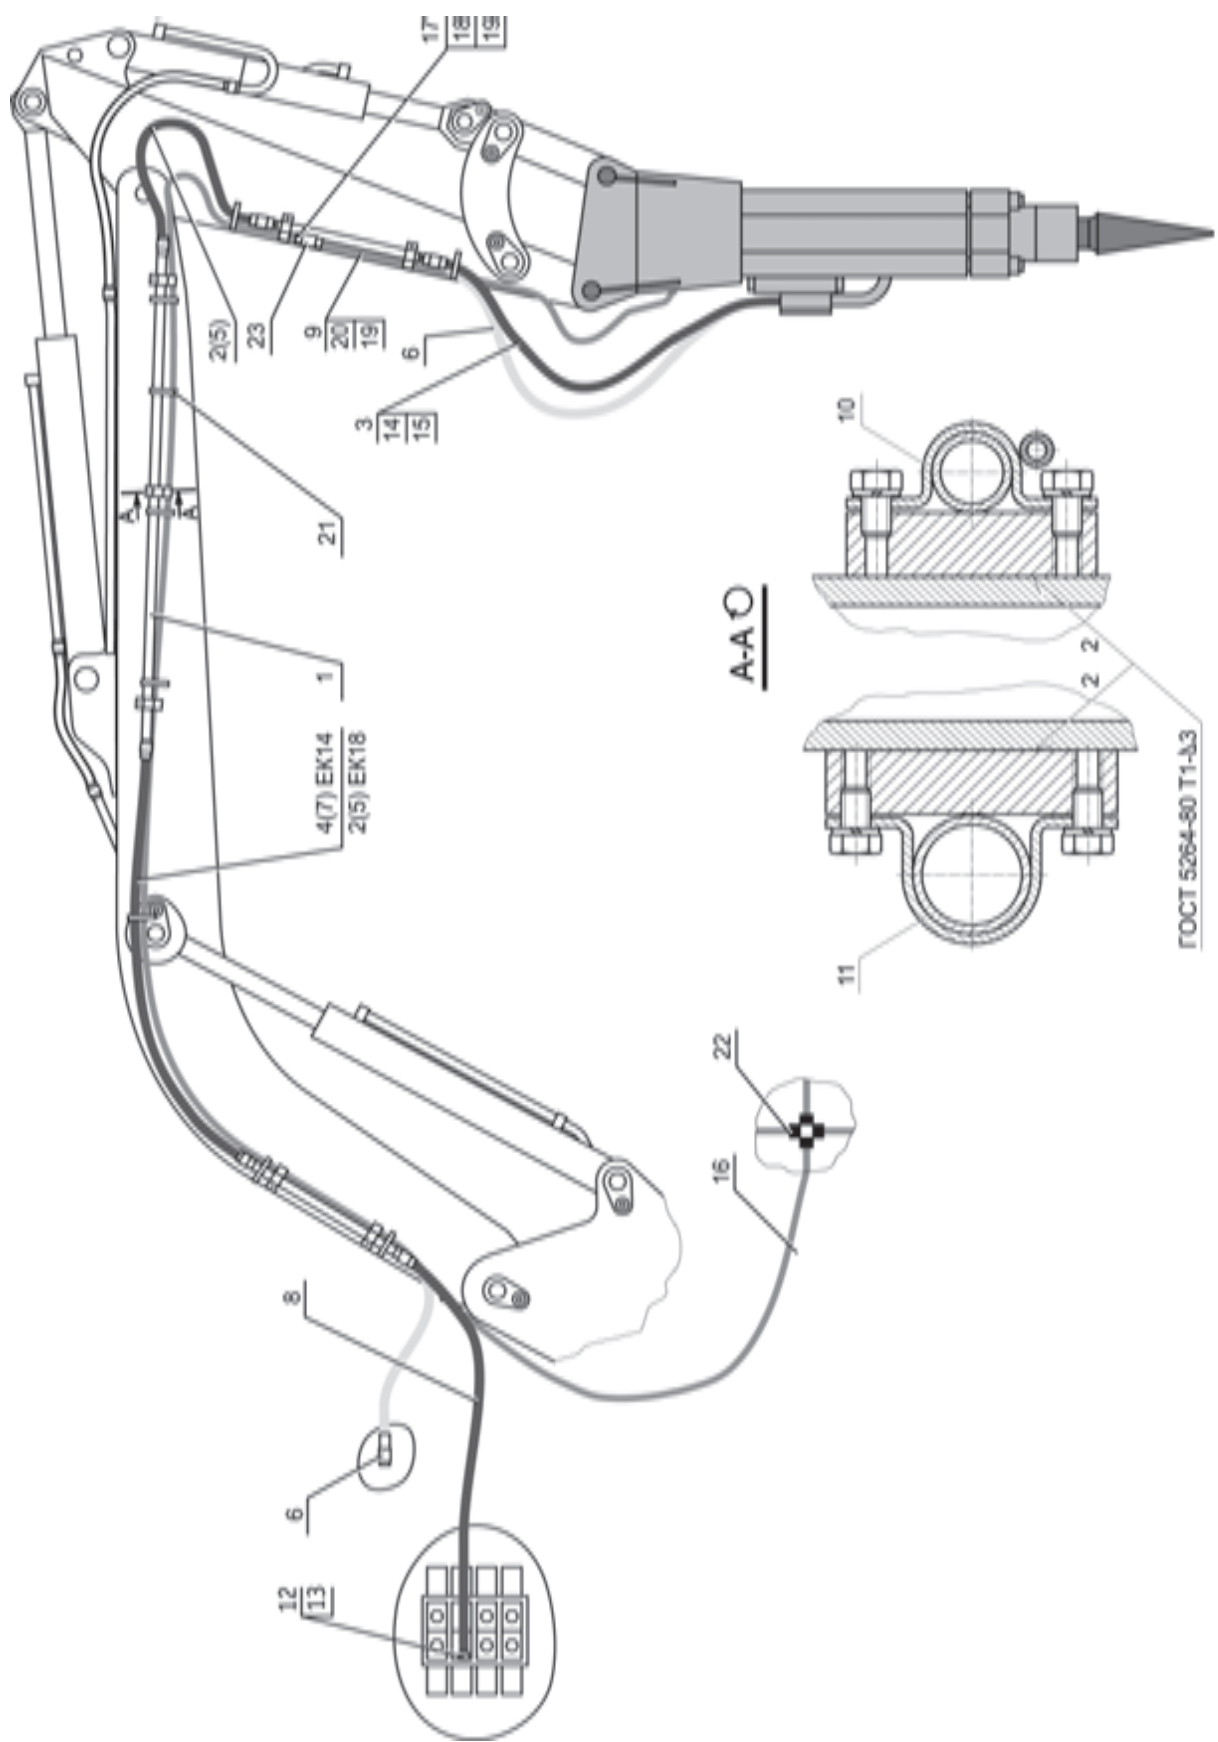

Рис. 3. Монтаж гидроборудования гидромолота на рабочем оборудовании экскаваторов EK-14, EK-18
4.3.2. Монтаж гидрооборудования на поворотной платформе экскаваторов ЕК-14, ЕК-18 (рис.3; табл.2)